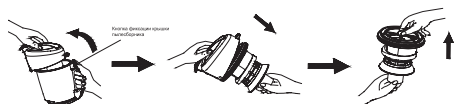

Рис. 8
3. Нажмите кнопку фиксации крышки пылесборника (3) и извлеките нейлоновый фильтр. Отсоедините фильтр HEPA от циклонного механизма (Рис. 8).